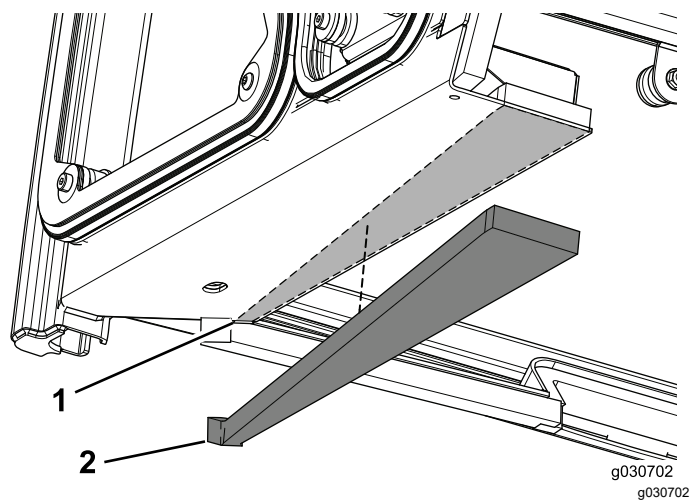

Рисунок 14
1. Установите левый уплотнитель из пеноматериала на расстоянии приблизительно 3 мм от края передней левой секции кабины в сборе (Рисунок 14).